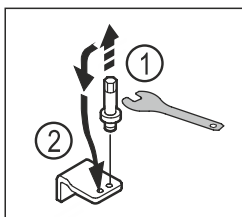

Fig. 17
- ▶ Lironi bulonat e bazamentit mbështetës të poshtëm me çelësin e jashtëm kriket SW5. Fig. 17 (1)
- ▶ Vendosni bulonat në anën e kundërt. Fig. 17 (2)